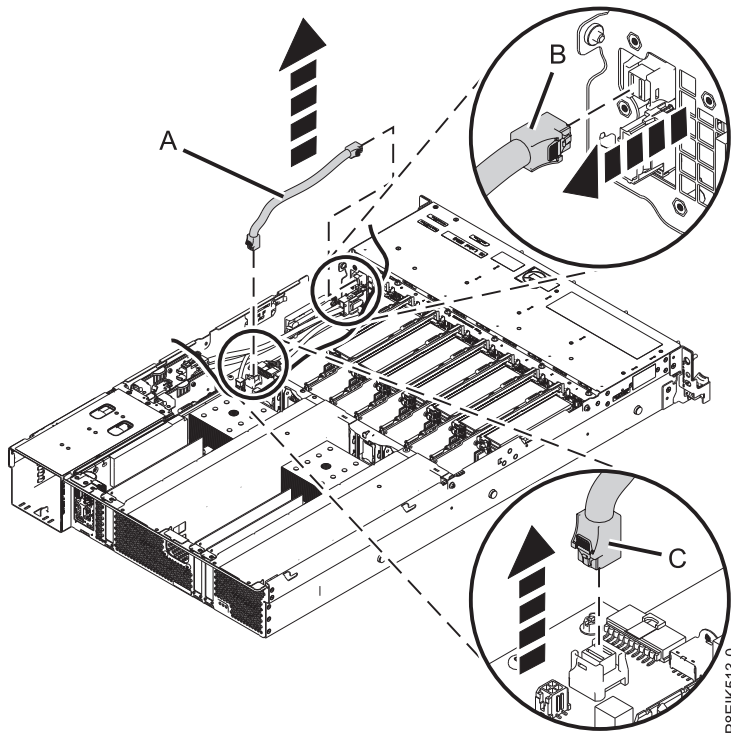

Figure 55. Retrait du câble d'interface des ventilateurs et des disques
4. Étiquetez et débranchez le câble d'interface des ventilateurs et des disques (A) de la carte des ventilateurs et des unités de disque (B) et du fond de panier système (C). Pour retirer un câble, appuyez du pouce sur le loquet du connecteur afin de le débloquer. Voir figure 55, à la page 47.